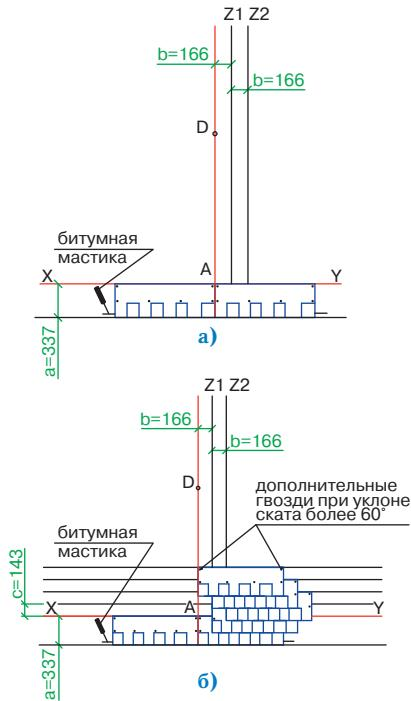

Рис. 2
Укладка материала (рис. 2)
- второй ряд укладывается от линии Z1 (со смещением 16,6 см от AD) (рис. 2б);
- третий ряд укладывается от линии Z2 (со смещением 16,6 см от Z1) (рис. 2б);
- четвертый ряд — от линии Z1 (рис. 2б);
- пятый ряд — от линии AD (рис. 2б);
Каждый лист черепицы МАСТЕР J крепится 4 гвоздями таким образом, чтобы гвоздь прошивал и верхний край низлежащего листа черепицы МАСТЕР J (рис. 2а, б).